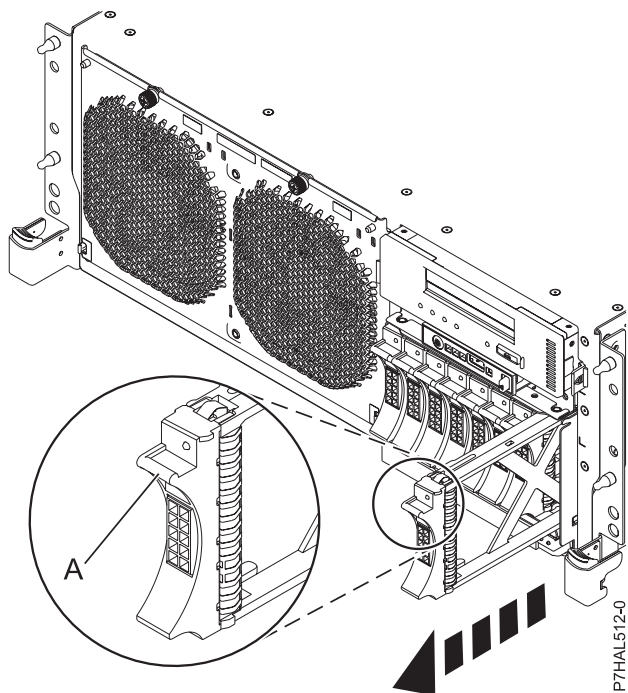

Figura 59. Extracció del panell de reblliment d'unitat de disc del servidor
2. Agafeu la nansa del panell de reblliment **(A)** i traieu-lo de la ranura estirant-ne, com es mostra a la Figura 59 a la pàgina 100.